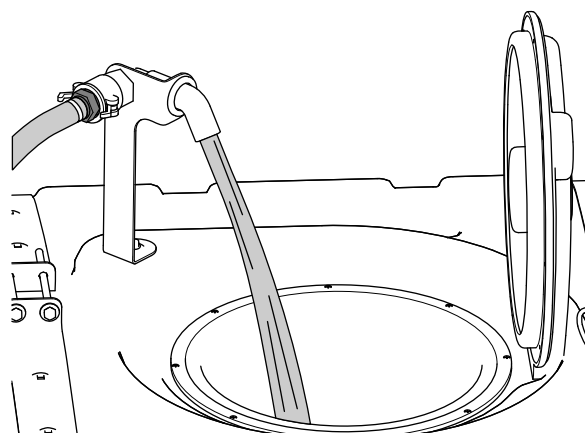

図 24
- 所定量の $\frac{3}{4}$ の水を液剤タンクに入れる 図 24。